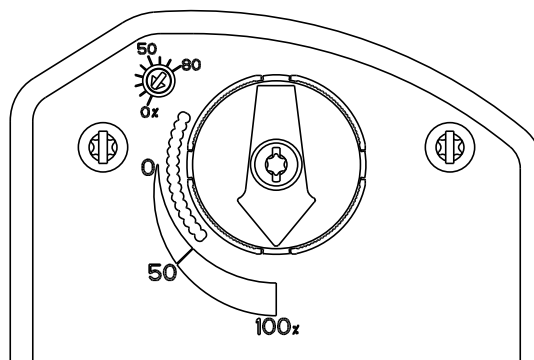

Figure 4 : Réglage du contact auxiliaire
Le commutateur est accessible des deux côtés de l'actionneur comme illustré à la Figure 4. Les servomoteurs sont livrés en mode action directe (DA), de 0 à 10 Volts cc en mode signal d'entrée.
Pour le positionnement de commutation plus précis, voir la figure 4 et l'utilisation de la méthode dans l'exemple suivant.